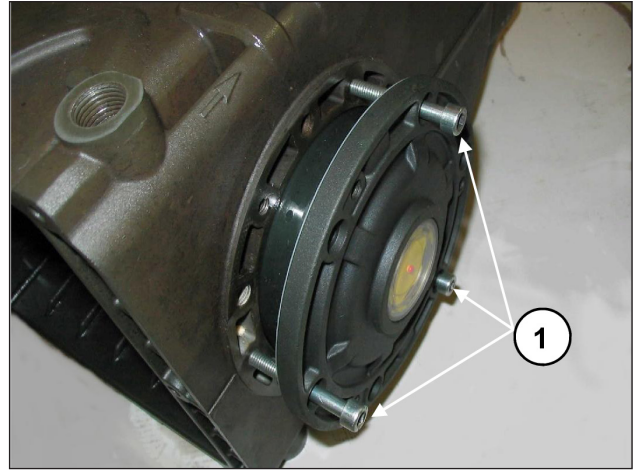

Abb. 8
Um das Einführen des ersten Abschnitts und das Einsetzen der Deckel am Gehäuse zu erleichtern, sollten Sie 3 Schrauben M6 x 40 mit Teilgewinde (Abb. 8, Pos. ①) zu Hilfe nehmen und den Vorgang dann anhand der mitgelieferten Schrauben (M6x16) abschließen.
Für das Annähern der beiden Seitendeckel an das Gehäuse können Sie zunächst 3 Schrauben M6x40 für eine erste Ausrichtung verwenden, wie im Vorhinein angegeben (Abb. 8), und dann die für die endgültige Befestigung vorgesehenen Schrauben.